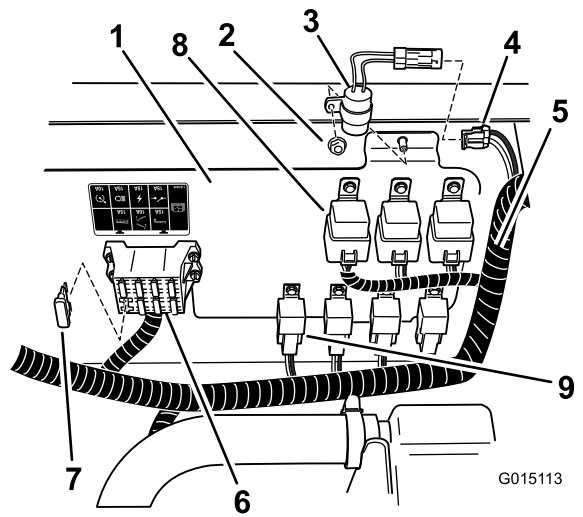
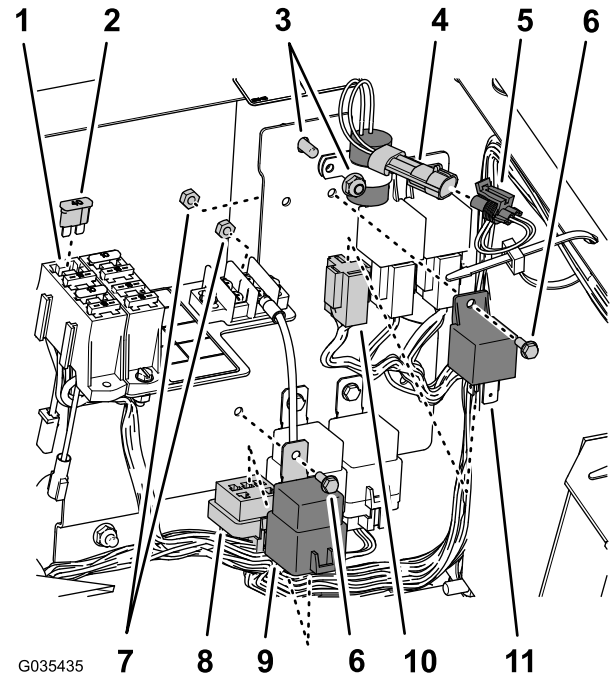
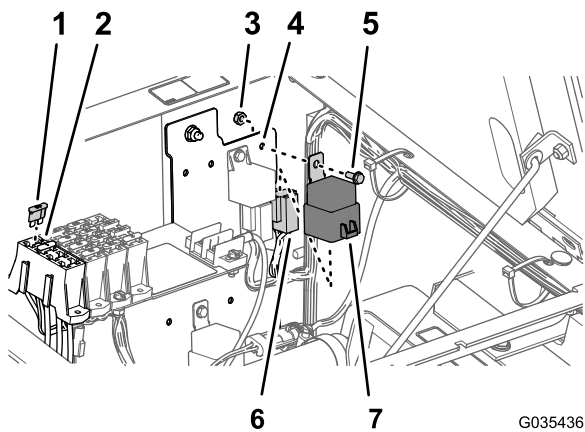

图26
图27
图28
- A. 用配电板上的锁紧螺母将延时计时器安装到图26或图27 所示的位置。
- B. 将计时器连接至机器线束标有延时计时器的 2 插槽接头（图26 或图27）。
3. 如图26、图27 或图28 所示，在保险丝盒的空槽中安上安保险丝 (40A)。
4. 找到和同一继电器款式相同的继电器和电源继电器，并用 2 个凸缘头螺栓 (#10-24 x 1/2 英寸) 和 2 个锁紧螺母 (#10-24) 将其安装到配电板上 (图26、图27 或图28)。
5. 如图26、图27 或图28 所示，找到主线束的 4 插槽接头和 5 插槽接头，将它们连接到继电器 (4 针) 和电源继电器 (5 针) 上。